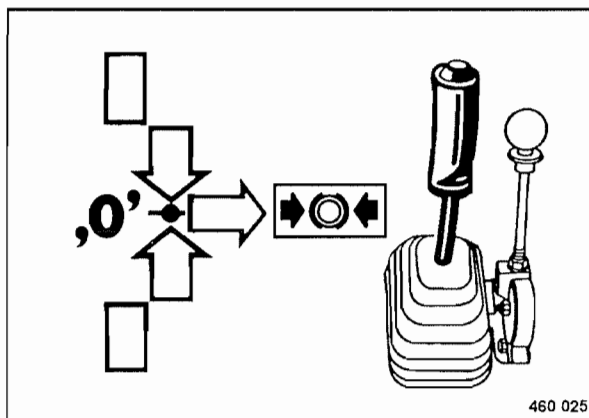

Fig. 35
- Comprobar si la palanca de marcha (Fig. 35) se encuentra en posición de frenado hacia la derecha.